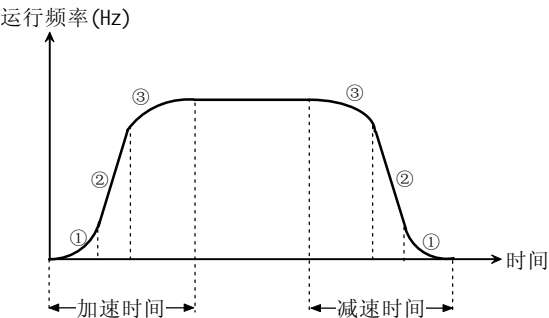

图 5-1-5 S 曲线加减速
S曲线起始段时间如图5-1-5中①所示，这里输出频率变化的斜率从0逐渐递增。
S曲线上升段时间如图5-1-5中②所示，这里输出频率变化的斜率恒定。
S曲线结束段时间如图5-1-5中③所示，这里输出频率变化的斜率逐渐递减到0。